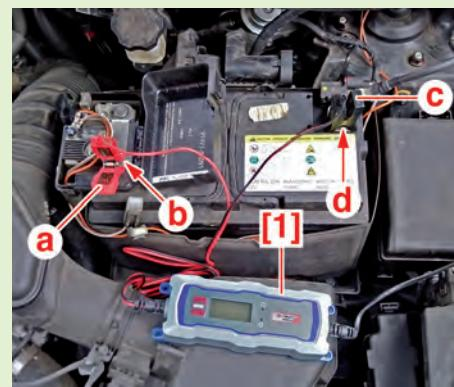

Fig.6
- Brancher la pince (a) du câble rouge sur la borne positive ou sur le point de raccordement (si équipé) (b) de la batterie (Fig.6).